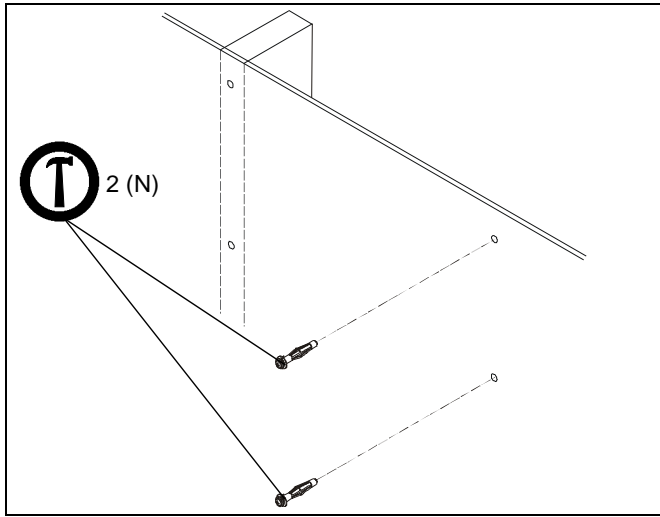
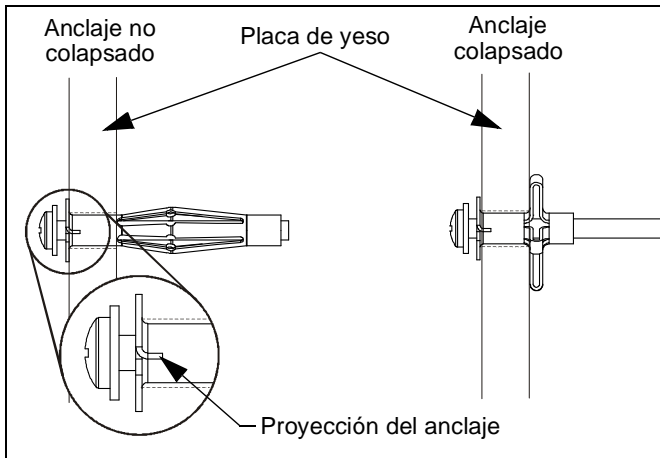

Figura 4
Figura 5
10. Coloque suavemente los anclajes (N) en los orificios. Las proyecciones de los anclajes deben fijarse totalmente a la placa de yeso. (Consulte la Figura 4) y (Consulte la Figura 5)
11. Usando un destornillador Phillips, ajuste el tornillo del anclaje hasta que el anclaje haya colapsado totalmente contra la cara posterior de la placa de yeso. (Consulte la Figura 5)